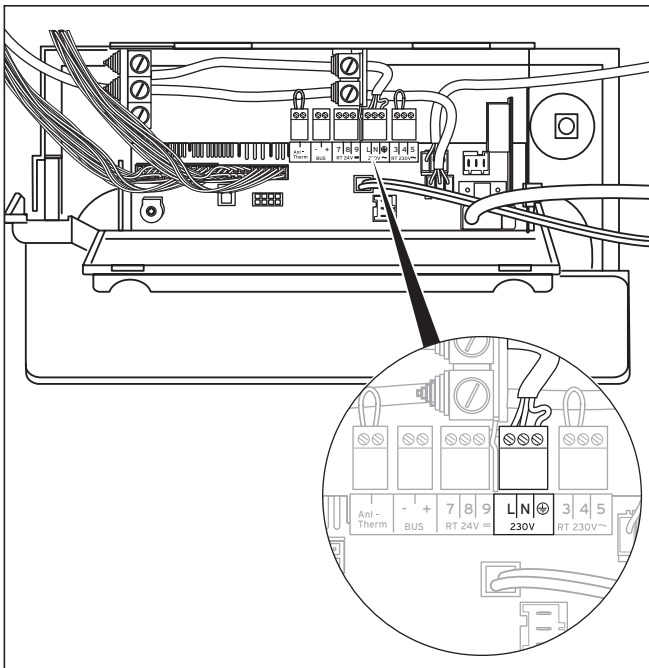

Fig. 5.14 Esempio di condotto cavi
- Rimuovere il rivestimento anteriore dell'apparecchio (vedere cap. 4.8) e ribaltare in avanti la scatola elettronica (2).
- Sganciare il coperchio posteriore (1) della scatola elettronica nei punti (3) e ribaltare il coperchio verso l'alto.
- Fare passare il cavo di collegamento alla rete attraverso l'apposita fessura (4). Usare l'isolatore passante per impermeabilizzare l'apertura.
- Collegare i fili agli slot del sistema elettronico (L, N e Terra), vedere fig. 5.14. Impiegare l'apposito connettore.